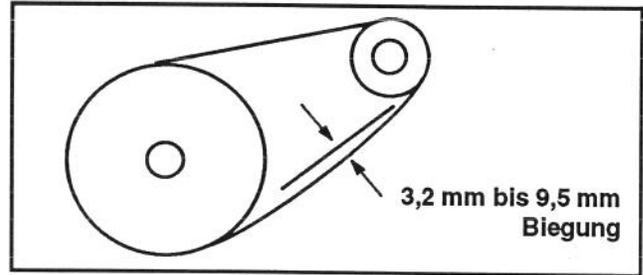

Abbildung 33
3. Die Durchbiegung der Kette durch Hochheben der Kette mit mäßigen Druck bei der Spannmitte nachprüfen. Die Durchbiegung sollte 3 bis 9,5 mm betragen (Abb. 33). Sollte dies nicht der Fall sein, dann ist eine Justierung erforderlich.